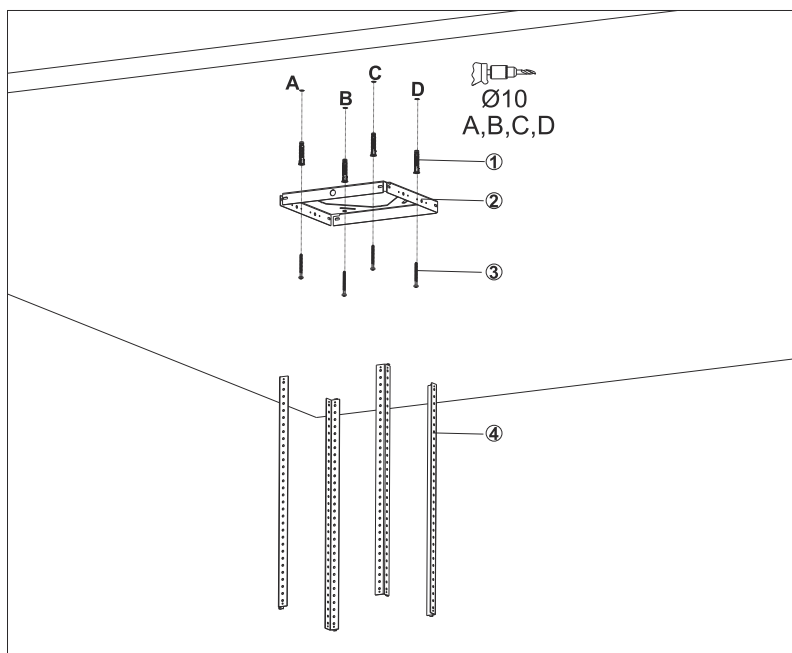

Fig. 8
1. ➡ Markér A, B, C & D på loftet hvor loftflancen skal placeres og bor Ø10 mm huller (Fig. 8).
2. ➡ Sæt nu Ø10 mm rawplugs i A, B C & D (Fig. 8).
3. ➡ Montér loftflancen på loftet ved at skruе den fast med 4 stk 5,5x60 skruer på A, B, C & D (Fig. 8).